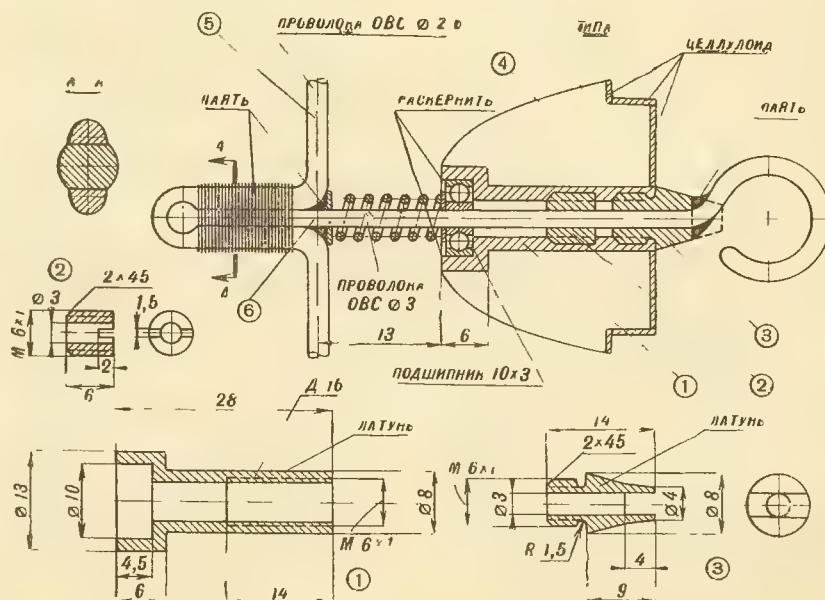

Рис. 1.
**БОБЫШКА** вента (рис. 1) состоит из корпуса 1, выжимала 2, винтового фиксатора 3, корнуса бобышки 4, ступицы вента 5, привода двух шайбчатых редукторов и вала 6 Корпус бобышки изготавливается из толстого стекла или из бронзового сплава 40 X 40 мм. Слов венте следует расположить надле корнуса В готовом корпусе сввернется лпковое отверстие диаметром 6 мм с перпендикулярной частью корпуса — отверстием диаметром 12 мм. При сборке бобышки на вал ввинчивается фиксиатор Он закрепляется с помощью гаек, чтобы плоскость его была перпендикулярна к оси вращения вала. После соединения деталей пропальчивается и обрабатывается надфилем Отверстие в корпусе бобышки втулка промываются тонким слоем ваты «БФ-2» В течение 20 мин ватой поддерживается, а затем снимается отверстие и втулка промывается жидкостью Сохранная втулка запрессовывается в корпус бобышки После этого необходимо дать просохнуть клею в течение трех суток Для большей прочности при заливке части бобышки склеиваются между собой по щитовой